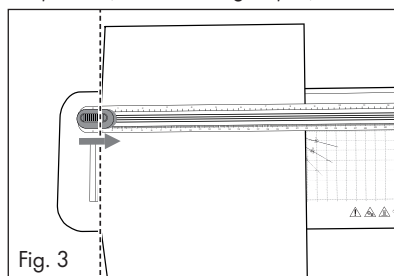

Fig. 3
- 3) Folosiți marcajele de pe liniarul de tăiere **1** pentru a orienta cu exactitate hârtia/folia dacă doriți, de exemplu, să scurtați sau să tăiați oblic (a se vedea fig. 3 și 4).